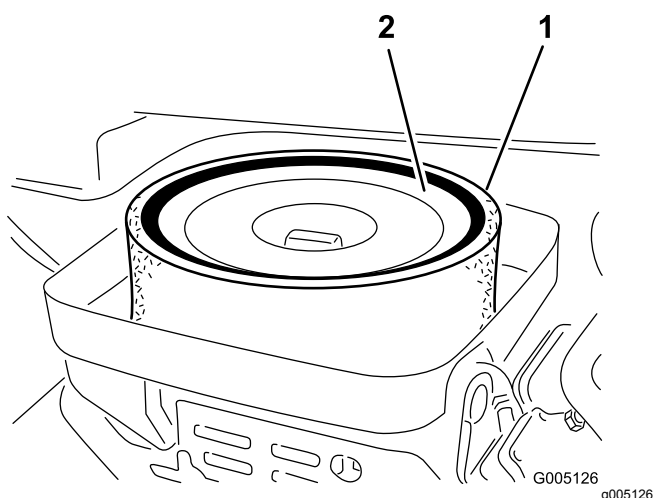

Рисунок 25
3. Снимите барашковую гайку крепления элементов к корпусу воздухоочистителя (**Рисунок 25**).
4. Если элемент из пеноматериала загрязнен, снимите его с бумажного элемента (**Рисунок 25**). Тщательно очистите его следующим образом: